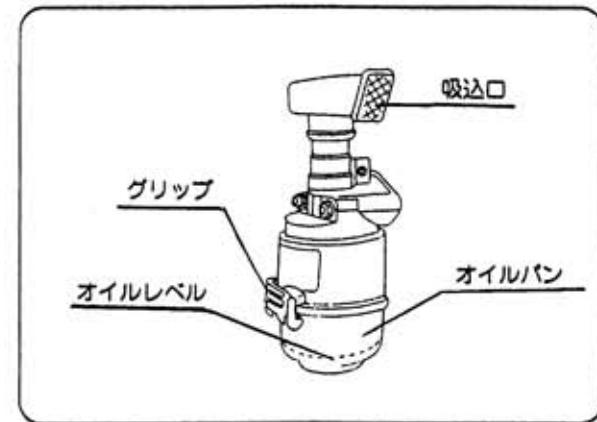

図34
- ① グリップを外し、オイルパンおよびエレメントを取り外してください。（図34）
- ④ エアクリーナの吸込み口をホコリの少ない方向（ハンドル側）に向けてください。（図34）